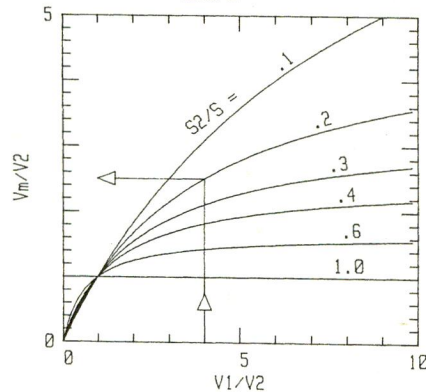
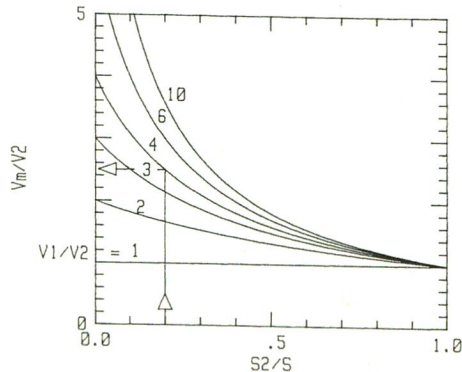

Bild 3
Bild 4
Im Bild 4 sind gegenüber Bild 3 v_1/v_2 und s_2/s getauscht. In 1, 3) sind die Zeiten durch Strecken ersetzt, weil diese i. a. gegeben sind. Zeiger 1 und 2 entsprechen Phase B und A im vorgegebenen PRO-VELO-Aufsatz.
(4) ist erfüllt bei $v_1/v_2 = \infty$. Das zeigt sich im Bild 3: die Kurve für $s_2/s = 0,5$ erreicht die Waagerechte $v_m/v_2=2$ bei $v_1/v_2 = \infty$.
Mittlere Geschwindigkeit V_m bezogen auf Mindergeschwindigkeit V_2 über Dauergeschwindigkeit V_1 (Bild 3) bzw. Strecke der Mindergeschwindigkeit S_2 (Bild 4).